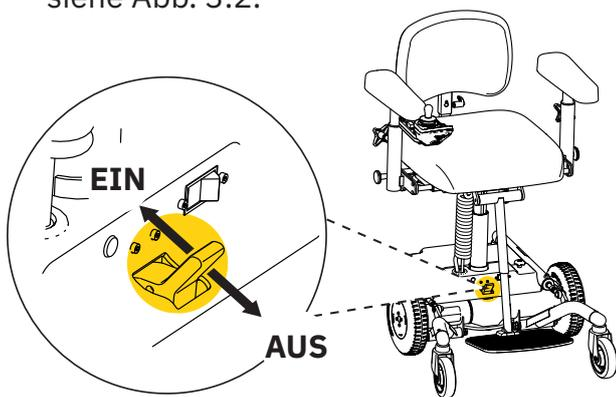

Abb. 3.2. Entkupplung der Bremse.
- Auf ebenen Flächen ist das Produkt durch Rollen fortzubewegen. Um das Produkt rollen zu können, muss die Bremse entkuppelt werden. Um die Bremse zu entkuppeln, stellen Sie den Kippschalter auf AUS. Um die Bremse zu aktivieren, stellen Sie den Kippschalter auf EIN, siehe Abb. 3.2.